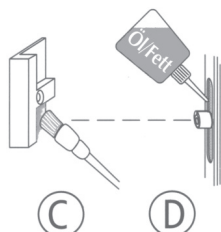

Abb. 3
Um die Leichtgängigkeit zu erhalten, müssen die Schließbleche (C) der Beschläge einmal jährlich an den Einlaufseiten mit technischer Vaseline oder einem anderen geeigneten Fett geschmiert werden (s. Abb. 3, 4 und 5). Zur Bestimmung der Einlaufseiten s. Abb. 6a und 6b.